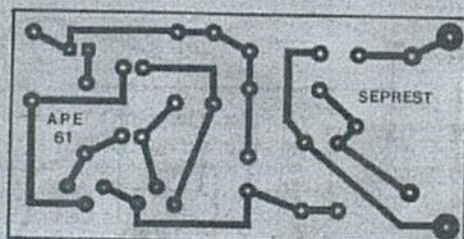

Fig. 2
- **FIG. 2 - LAY OUT DO CIRCUITO IMPRESSO ESPECÍFICO** - Como os componentes são poucos, forçosamente o arranjo de ilhas e pistas (áreas cobreadas vistas em preto, e em tamanho natural, na